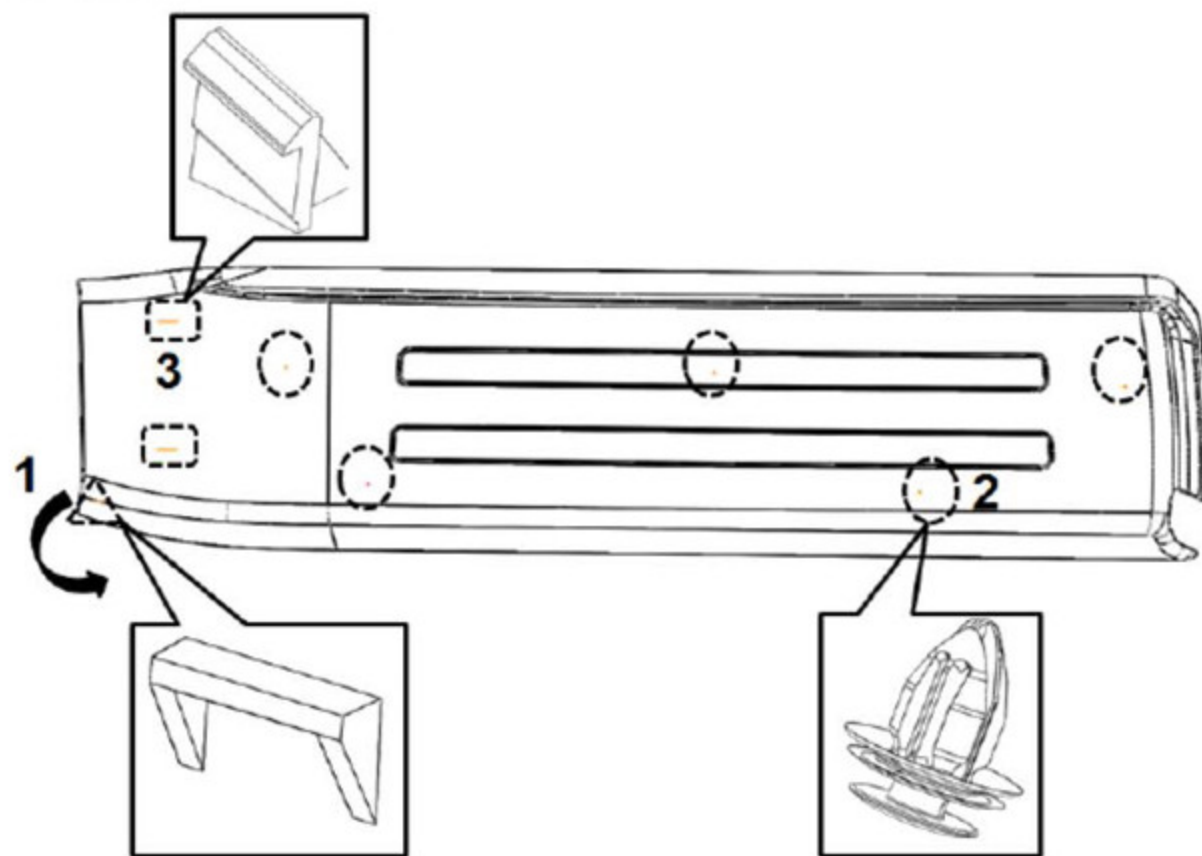

图 1.9.1 前门槛踏板的拆卸
- (1) 用手向外掰前门槛踏板，使卡脚 1 脱离 A 柱下护板
- (2) 使用缠有保护胶带的一字螺丝刀在图 1.9.1 前门槛踏板的拆卸所示的卡扣处沿与钣金垂直的方向把塑料卡扣紧固点从钣金分离，共 5 个。
- (3) 向上拉前门槛踏板，使卡脚 3 脱离 A 柱下护板，即可取下前门槛踏板
- (4) 按照与拆卸相反的顺序进行安装：注意
- ①、 更换任何损坏的塑料卡扣。
- ②、 确保卡脚和卡扣安装到位。
- ③、 切记蛮力拆卸和装配，以防止损坏前门槛踏板。